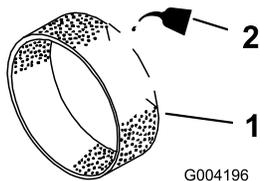

図 44
3. 乾いたらエンジンオイルを 60ccほど含ませる 図 44。